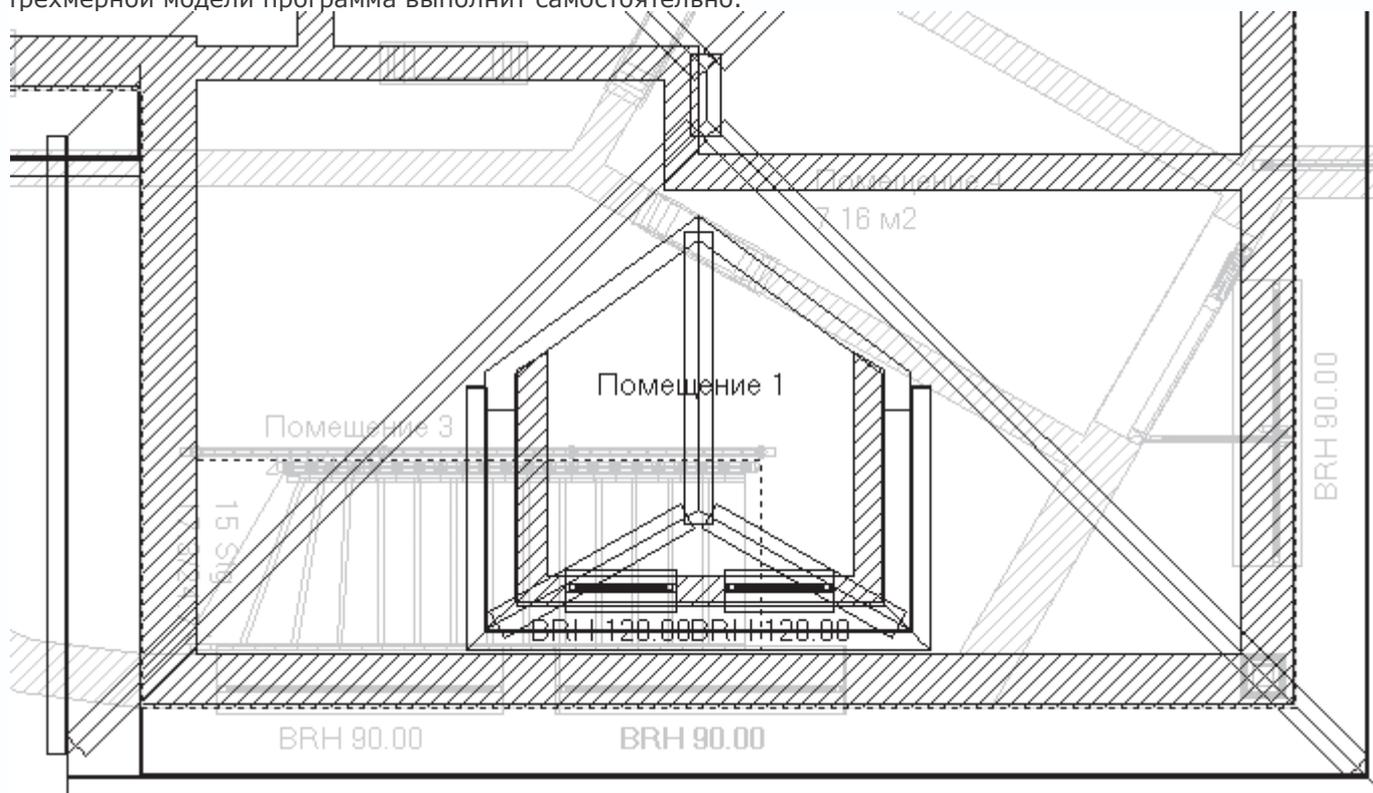

Рис. 4.47. Слуховое окно на плане (отображение каркаса крыши отключено)
8. Нажмите кнопку ОК для завершения построения слухового окна (рис. 4.47) – генерацию изображения на чертеже и в трехмерной модели программа выполнит самостоятельно.